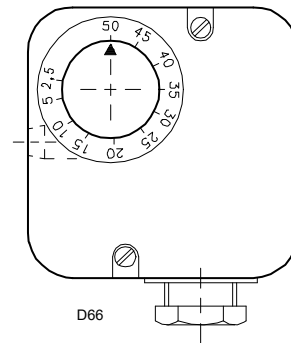

Abb. 25
- Stellen Sie den Maximal-Gasdruckwächter auf das Skalende ein (Abb. 25).